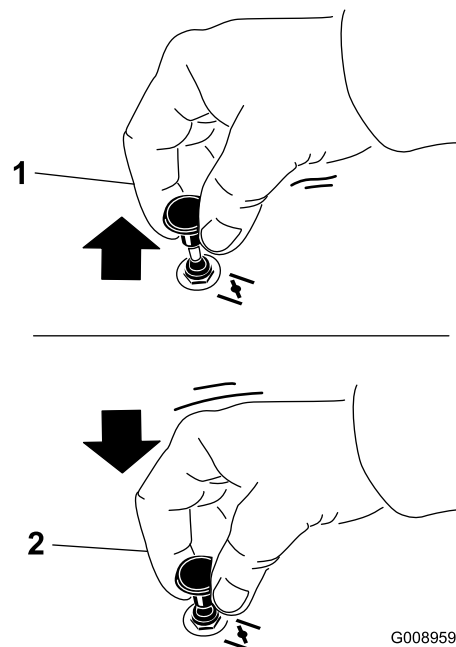

Figura 22
1. Tragei în sus butonul de oc pentru a cupla ocul, înainte de a utiliza comutatorul de contact (Figura 22).
2. Împingei în jos butonul de oc pentru a decupla ocul după pornirea motorului (Figura 22).